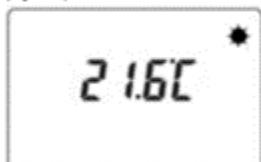
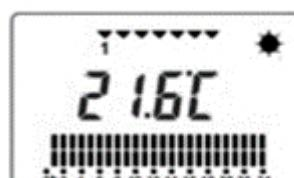

Fig. 16
Fig. 17
3. A continuación, aparece el modo de funcionamiento justo antes de la última extinción (stand-by (Fig. 15), manual (Fig. 16) o automático (Fig. 17)), así como la temperatura ambiente aproximada.
Si el radiador está encendido en modo manual (Fig. 16) o automático (Fig. 17), el dispositivo está en funcionamiento.